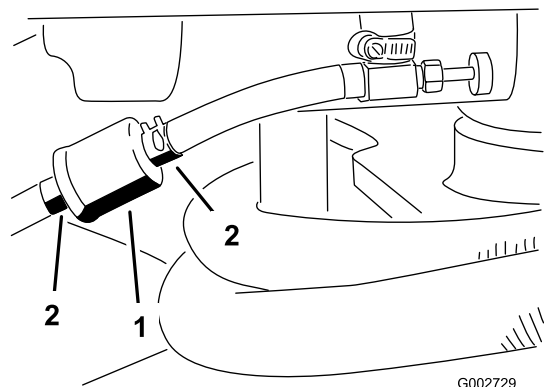

图 29
1. 关闭燃油切断阀拧松滤芯化油器侧的软管夹然后从滤芯上拔下燃油管线图 29。